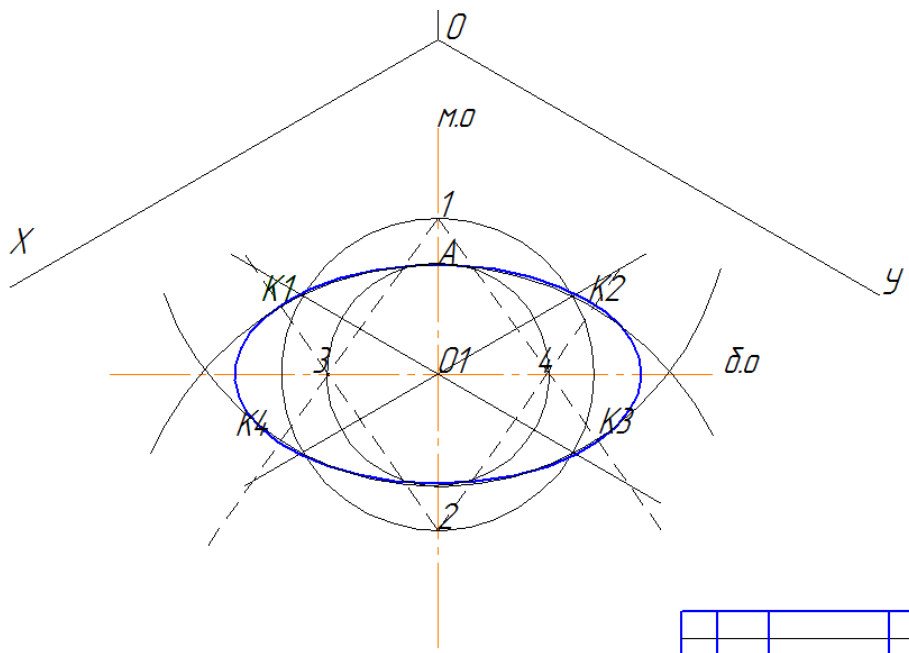

рис.4
1.11. Соединить прямыми линиями точки 1 и 3, 1 и 4, 2 и 3, 2 и 4 (рисунок4- начерчено штриховыми линиями, на чертеже чертить сплошными)
1.12. Обозначить точками К точки пересечения прямых линий, проведенных из точек 1 и 2, с дугами, начерченными из этих же точек (рисунок4)
1.13. Из точек 3 и 4 радиусом равным расстоянию 3К и 4К соединить дугой точки К1 и К4, К2 и К3 (рисунок4)